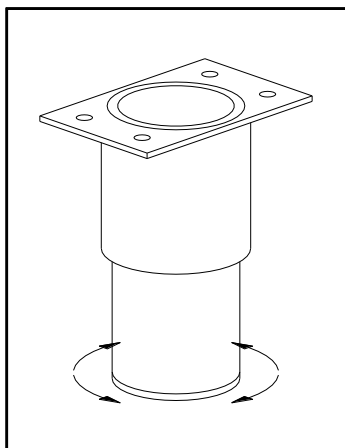

Fig. 1
- * Que el aparato está bien nivelado, esta operación se consigue actuando sobre las patas regulables, haciendo girar la parte inferior de las mismas. (Fig. 1)